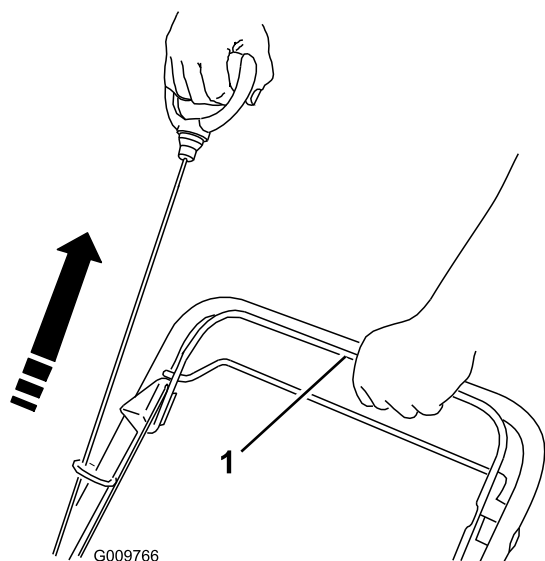
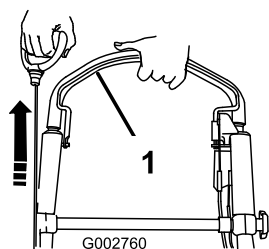

Figura 23
Figura 24
2. Tenete la barra di comando della lama premuta contro la stegola e tirate l'avvitatore autoavvolgente (Figura 23 o Figura 24).